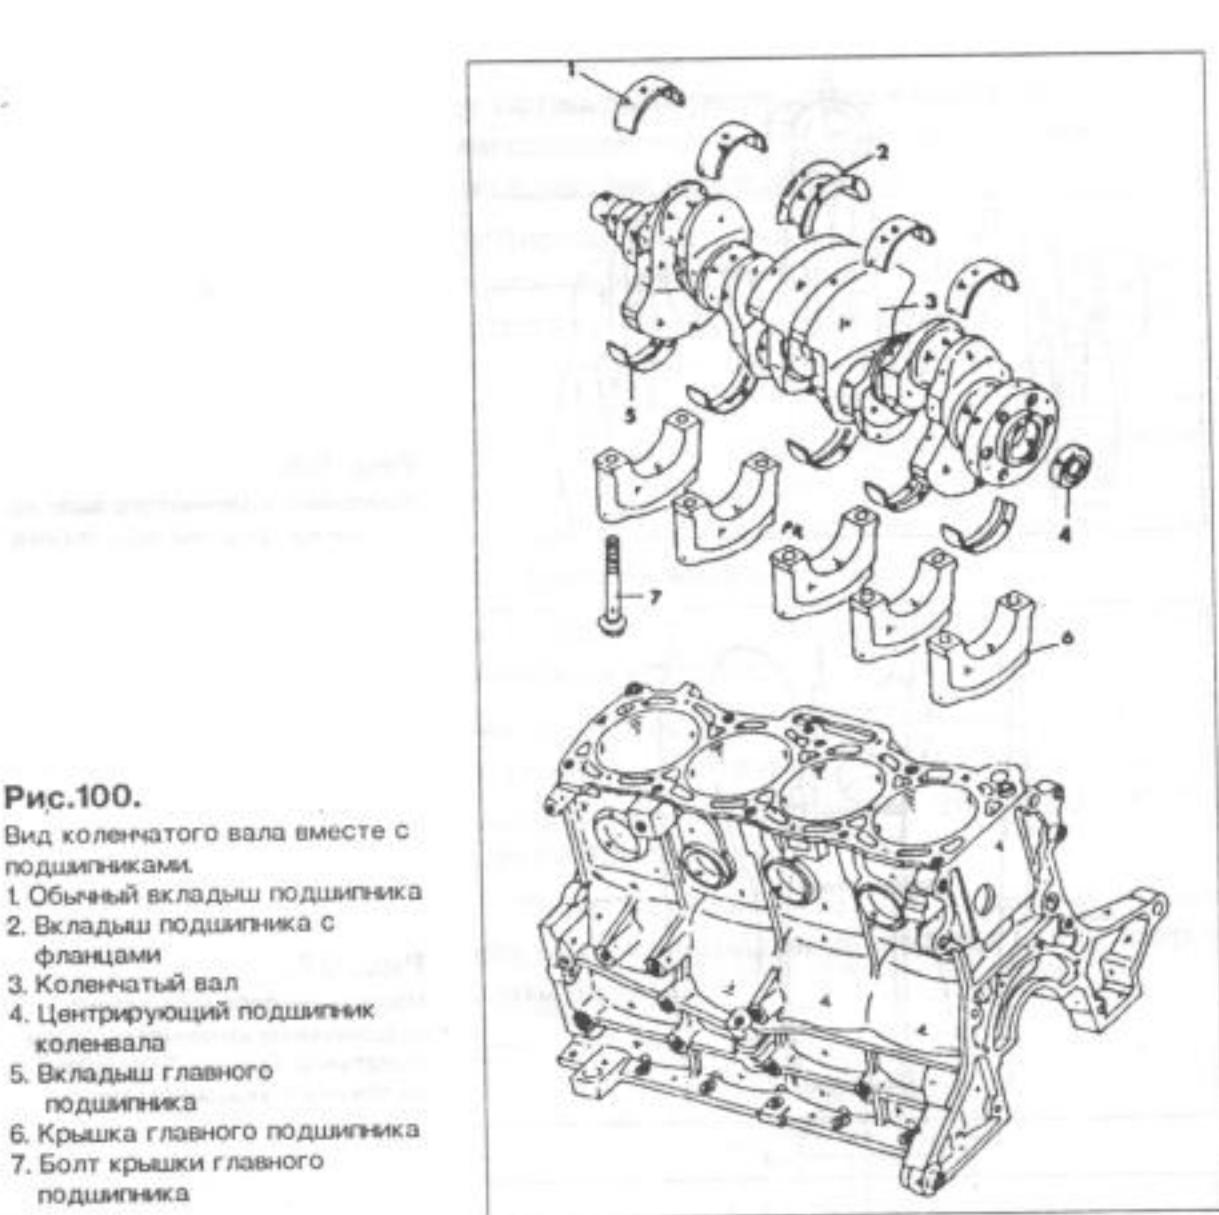

Рис.100.
Пользуясь рис. 100:
- Глухие отверстия осушить и вложить вкла-дыши с пазами для смазки и направляющим выступом в канавку глухих отверстий. Вкла-дыши хорошо смазать и проследить за тем, чтобы масло не попало на заднюю часть. Вкладыши с фланцами бензинового двигате-ля установить на средний подшипник, как по-казано на рис. 100. На рисунке видно положение канавки. У дизельного двигателя установить регулировочные шайбы на сред-ний подшипник. Выступы нижних полудисков входят в канавки. Стенки полудисков с канав-ками для смазки с обеих сторон выходят на-ружу. Все время нужно следить, чтобы вкладыши подшипников направляющими точ-но входили в канавки.